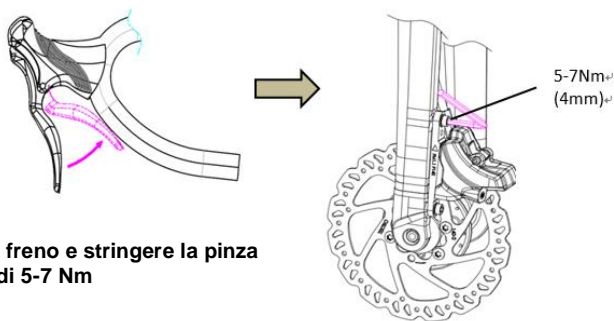

Figura G-3
- Per allineare la pinza, fissare saldamente la ruota in base al Manuale d'uso della bicicletta, tirare con fermezza la leva del freno e tenerla premuta per allineare automaticamente la pinza sul rotore mentre si stringono i bulloni di fissaggio con una coppia di 5-7 Nm (Figura G-3).